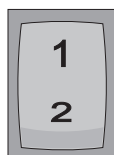

Fig. 2
For at tilpasse brændstofmængden i højere beliggende områder i overensstemmelse hermed, monteres der endnu en pumpe (Fig. 1-4) parallelt med den normale pumpe. Denne har en mindre kapacitet. Via en omkobler (Fig. 2) i bilen kan der omkobles mellem begge pumper.
► Sæt kontakten (Fig. 2) i position 1.
► Sæt kontakten (Fig. 2) i position 2.